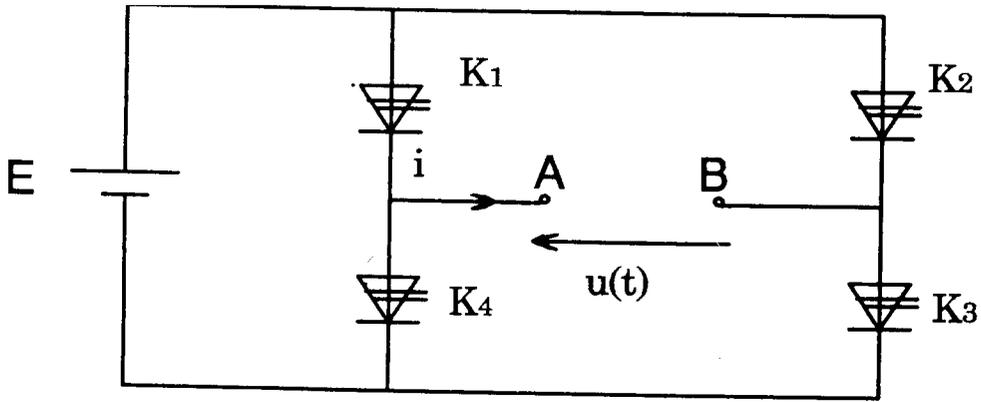

figure 3
On réalise le montage de la **figure 3** en utilisant 4 interrupteurs électroniques fonctionnant simultanément deux par deux. Le générateur délivre une force électromotrice  $E = 48V$ .
2.1 - Compléter la **figure 3** en plaçant **D1, D2, D3, D4**.